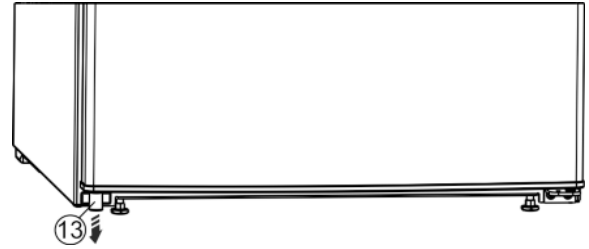

Fig. 5
- ▶ Estrarre dalla porta, in basso a sinistra, il distanziatore Fig. 5 (13).